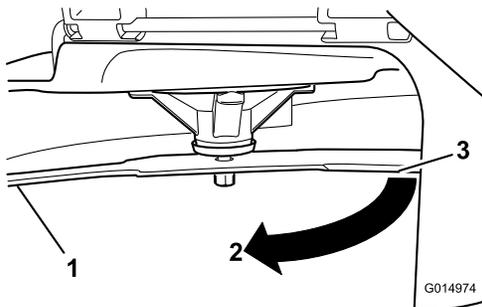

**Figura 64**
5. Mida desde la punta de la cuchilla hasta la superficie plana (**Figura 64**).